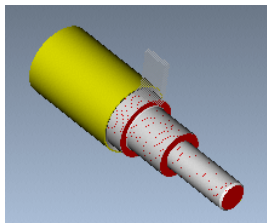

图 10.3.21 NC 检查结果
Step1. 在“轮廓车削”操控板中，单击按钮，系统弹出“VERICUT 7.1.5 by CGTech”窗口，单击按钮，运行结果如图 10.3.21 所示。